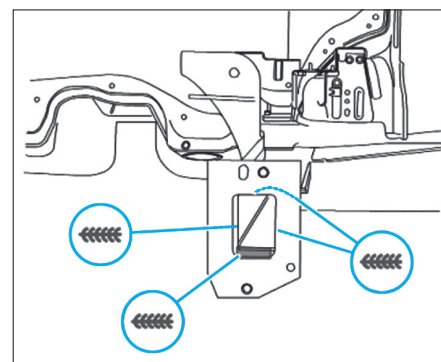

FIG. 13
- Souder la tôle de fermeture en cordon continu sous gaz de protection (Fig.13).